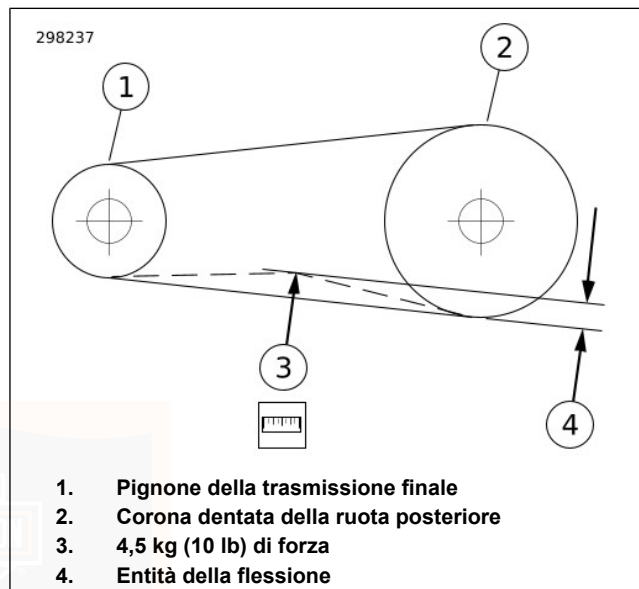

Figura 52. Controllo della flessione della cinghia
- b. **Tutti gli altri modelli:** vedere Figura 52. Misurare la flessione (4) tenendo fermo il misuratore.